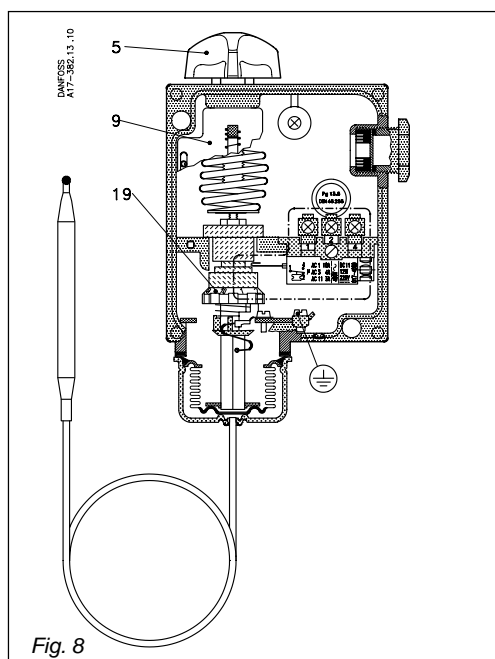

Fig. 8
2. Ajustar el termostato en 70°C utilizando el mando manual (5) (fig. 8).
3. Ajustar el disco de diferencial (19) en 3. Este valor se obtiene del nomograma del RT 101, página 18.